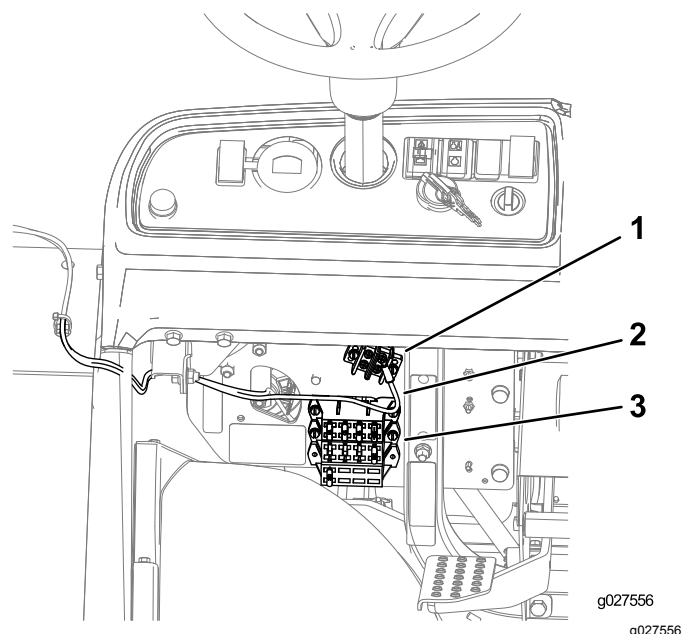

Figure 13
2. **Pour les Workman MD/MDX/MDXD :** Reliez la cosse en anneau du faisceau au bloc de mise à la masse et insérez le connecteur du porte-fusibles dans une connexion libre (Figure 13).